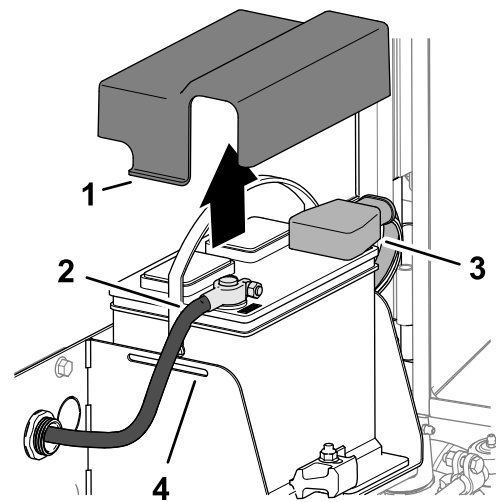

Figura 132
3. Presione los lados de la tapa de la batería y retire la tapa de la bandeja de la batería (Figura 132).